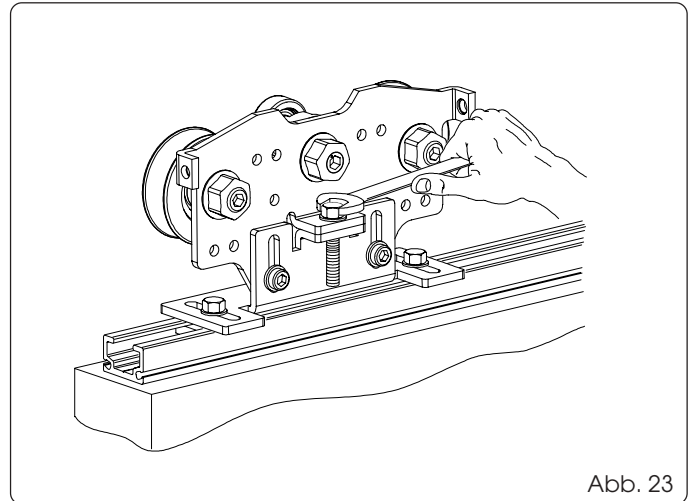

Abb. 23
- Die Schraube (Abb. 23) im Uhrzeigersinn drehen, um die Flügel zu heben, bzw. im Gegenuhrzeigersinn, um die Flügel zu senken.